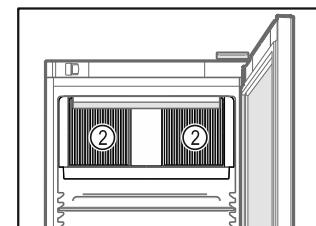

Fig. 48
- Oslobođite ventilacijske proreze Fig. 48 (2) za ventilator optočnog zraka u unutrašnjosti.